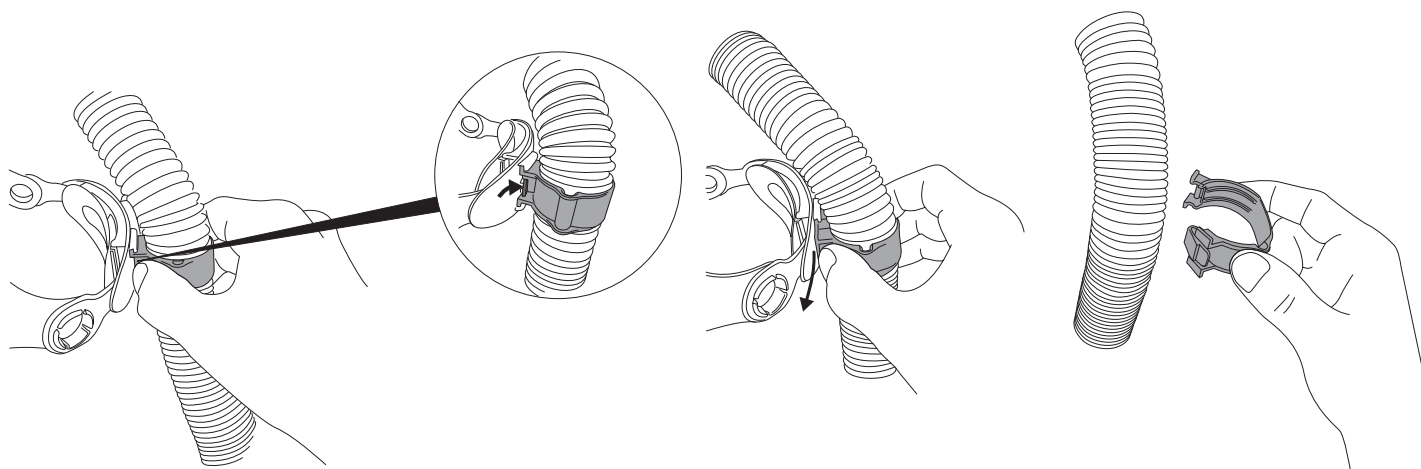

Fig. 29a
- a. Desconecta el tubo del ducto de aire de la careta para soldar (Consulta “Cómo conectar y desconectar los tubos de respiración” en las “Instrucciones de funcionamiento”) (Fig. 29a).